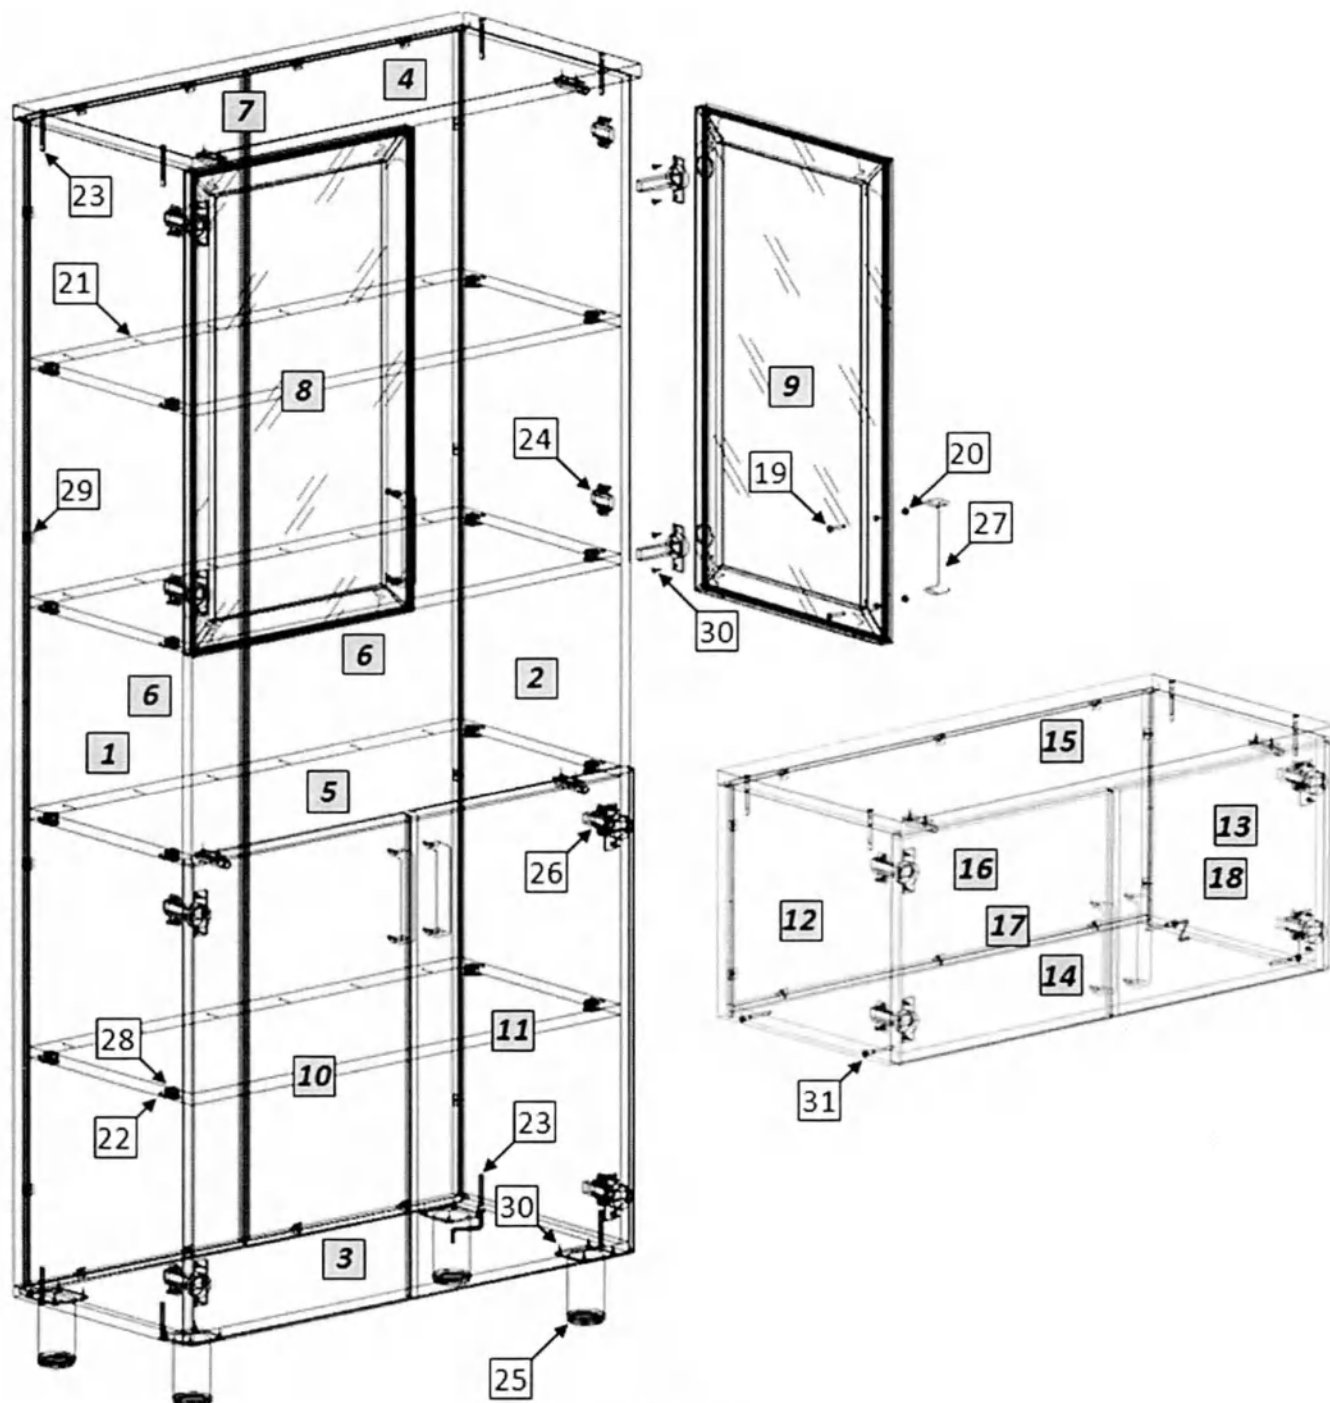

Рис. 1
1. Внимательно ознакомьтесь со схемой сборки, изображённой на рис. 1, сверяясь со спецификацией на изделие. Согласно схеме и спецификации определите расположение деталей в изделии и порядок их сборки. Сборка производится на ровном полу, укрытом материалом, предотвращающим повреждение покрытия пола и деталей мебели. Подготовьте необходимые для сборки инструменты – плоскую и крестовую отвёртки, молоток, рулетку или линейку.
2. На боковых стенках (1,2) установите ввинчиваемые дюбели эксцентриковых стяжек (15); установите монтажные планки петель (18). На горизонтальных стенках (5) установите эксцентриковые стяжки (21). Евровинтами (16) соедините боковые стенки (1,2) с горизонтальной нижней стенкой (3) и крышкой (4), установив в пазы задние стенки (6). В стык задних стенок устанавливается соединительный профиль (7). Закрепите задние стенки в пазах уголками (22). Установите и закрепите горизонтальные стенки (5), гвоздями (14) зафиксируйте к ним задние стенки. На горизонтальной нижней стенке (3) шурупами (23) закрепите опоры (18).
3. На фасадах (10,11) шурупами 4×16 (23) закрепите петли (19), установите ручки (20). На стеклянных дверях (8,9) установите петли (19) и ручки (20). Для правильной установки ручек на фасад из алюминиевого профиля в отверстия в стекле должны быть установлены втулки (13), ручки крепятся винтами (12) (усилие не должно быть чрезмерным, чтобы избежать повреждения стекла). Закрепите двери к боковым стенкам шкафа. Отрегулируйте положение дверей винтами петель.